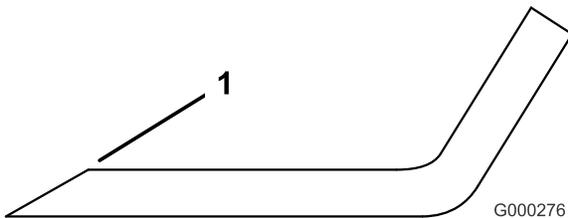

Figure 60
1. Au moyen d'une lime, aiguissez les tranchants aux deux extrémités de la lame (Figure 60).